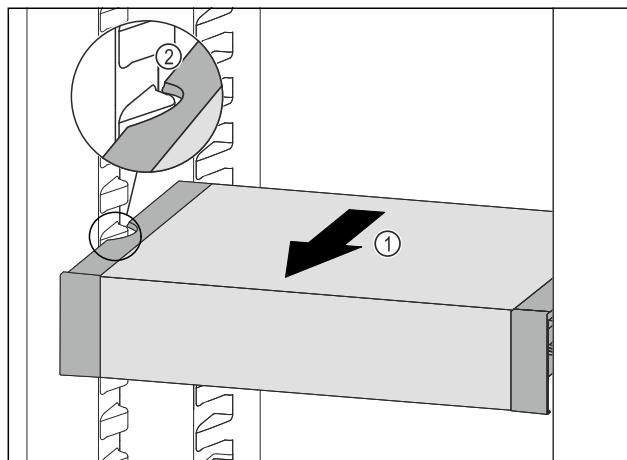

Fig. 93
- VarioSafe nach vorne ziehen Fig. 93 (1), bis sich die seitlichen Aussparungen des VarioSafe-Safes auf Höhe der Behälterrippe im Kühlteil befinden. Fig. 93 (2)